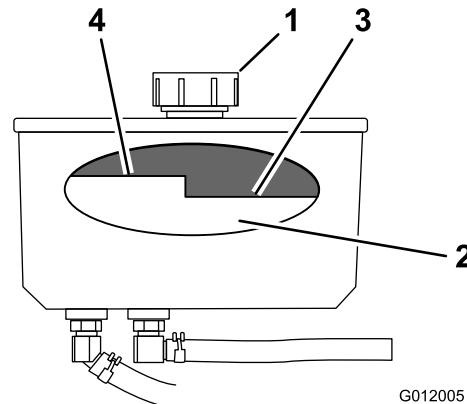

Figura 71
4. Limpie alrededor del cuello de llenado y el tapón del depósito de aceite hidráulico (Figura 71).
5. Retire el tapón del cuello de llenado (Figura 71).
- Nota:** El nivel de aceite debe estar por debajo del nivel caliente del tabique cuando el aceite está caliente (Figura 71).